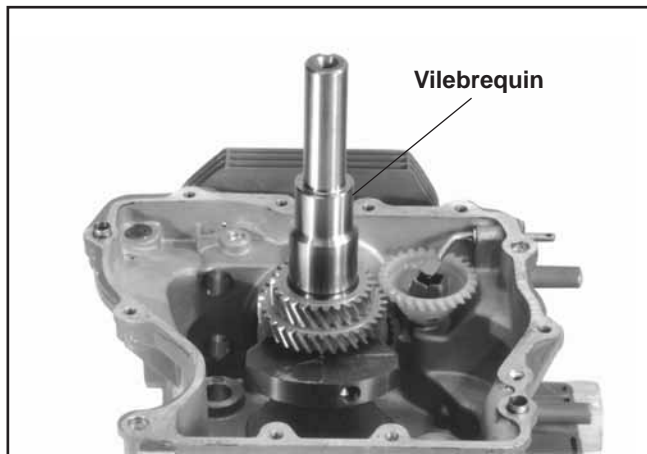

Figure 9-53. Retirer le vilebrequin.
2. Dépose du vilebrequin du carter du moteur. Voir la figure 9-53.